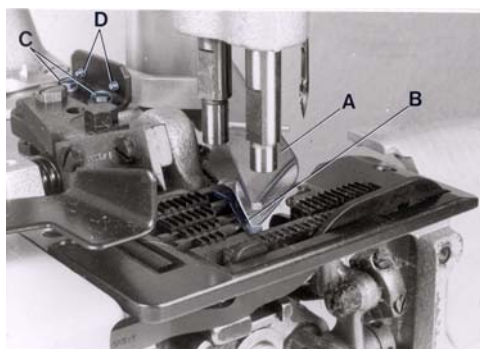

Fig. 24
The adhesive tape folder (A, Fig. 24) has to be assembled so, that it fits close to the bevelling of the cut-out in the throat plate (see Fig. 24). The inner lower edge of the folder mouth (B) must be flush with the top surface of throat plate, and set as far to the left in the throat plate cut-out so the adhesive tape will fully cover the closed bag opening. The folder bracket and the folder can be set accordingly after loosening screws (C and D, Fig. 24) Retighten screws.
Coloque el dobladillador para la cinta adhesiva en tal manera para que cuadre con el sacado de la placa de la aguja (Fig. 24). El borde interior inferior de la boca (B) del dobladillador tiene que estar al ras con la superficie de la placa de la aguja y puesto en forma tal a la izquierda del sacado en la placa de la aguja para que la cinta adhesiva cubra completamente la boca cerrada del saco. El soporte del dobladillador y el dobladillador pueden ser ajustados después de aflojar los tornillos (C y D, Fig. 24). Apriete los tornillos otra vez.